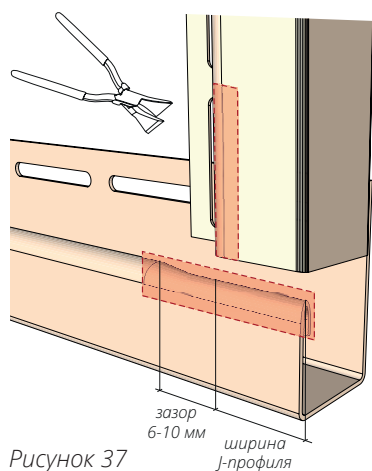
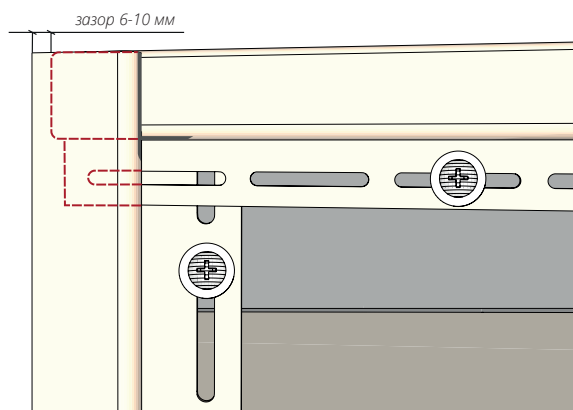

Рисунок 37
Рисунок 38
**Вариант 1.** Используя клещи, подожмите соединяемые края Ж-профилей на ширину лицевой части Ж-профиля плюс зазор на расширение 6-10 мм (рис. 37). Смонтируйте Ж-профили, оставив зазор на тепловое расширение 6-10 мм (рис. 38), соблюдая общие правила монтажа.